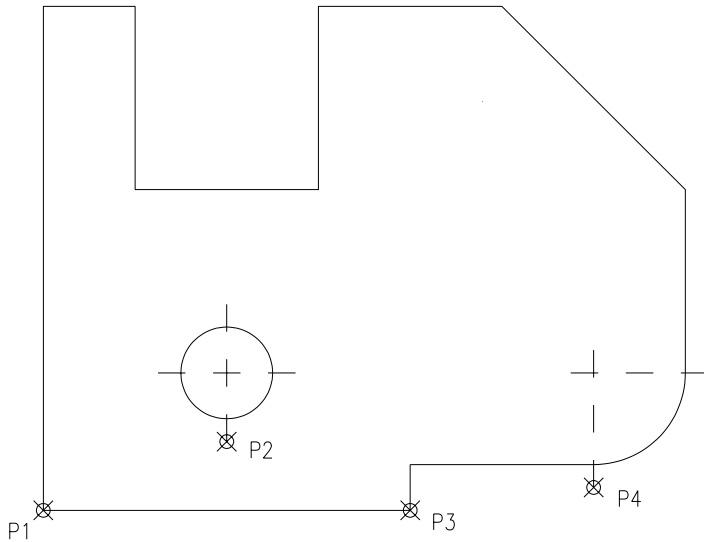

Fig. 5.28
3. Poziționarea originii în colțul din stânga-jos (fig. 5.28) și trasarea conturului piesei folosind comanda *PLINE*.